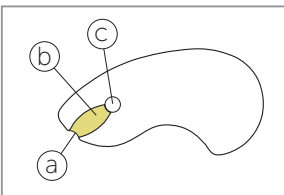

ABBILDUNG 3-6
- g) Füllen Sie die Mikroküvette an der Einfüllspitze (siehe *ABBILDUNG 3-6 a*) ohne abzusetzen. Die Küvette muss vollständig gefüllt sein.
Wichtig: Verwerfen Sie die Mikroküvette, falls sie nicht vollständig mit Blut befüllt ist oder Luftblasen zu erkennen sind, und wiederholen Sie den Vorgang mit einer neuen Küvette. Kleinere Luftbläschen an der Küvettenspitze (*ABBILDUNG 3-6 a*) sind ohne Bedeutung.
- c) Füllen Sie die Mikroküvette an der Einfüllspitze (siehe *ABBILDUNG 3-6 a*) ohne abzusetzen. Die Küvette muss vollständig gefüllt sein. Die Küvette darf **nicht nachbefüllt werden!**